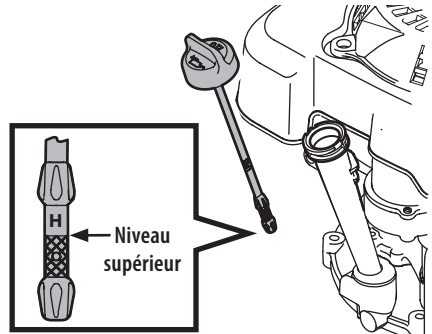

Figure 2
- Remplir l'huile jusqu'au repère supérieur de la jauge Figure 2.
1. Retirez le bouchon et essuyez la jauge (Figure 2).
3. Dévissez le bouchon et retirez la jauge du tube de remplissage. Vérifiez le niveau d'huile. S'il est sous le repère bas, ajoutez lentement de l'huile jusqu'à ce que le niveau soit au repère haut. Voir Figure 2.